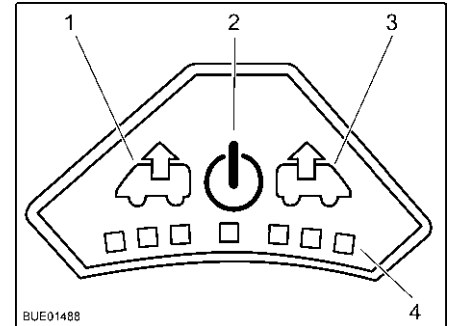

Fig. 93 Quadro comandi del ventilatore
Accensione: ■ Premere il tasto On/Off (Fig. 93,2). Il ventilatore funziona in modalità comfort (sfiato al numero di giri minimi del ventilatore).
Sfiato: ■ Per aumentare il numero di giri del ventilatore: Premere il tasto Sfiato (Fig. 93,1). Il numero di giri del ventilatore aumenta di uno stadio in direzione sfiato. I LED (Fig. 93,4) indicano gli stadi di commutazione.
■ Per ridurre il numero di giri del ventilatore: Premere il tasto Aerazione (Fig. 93,3). Il numero di giri del ventilatore si riduce di uno stadio.
Aerazione: ■ Per aumentare il numero di giri del ventilatore: Premere il tasto Aerazione (Fig. 93,3). Il numero di giri del ventilatore aumenta di uno stadio in direzione aerazione. I LED (Fig. 93,4) indicano gli stadi di commutazione.
■ Per ridurre il numero di giri del ventilatore: Premere il tasto Sfiato (Fig. 93,1). Il numero di giri del ventilatore si riduce di uno stadio.
- Premere il tasto On/Off (Fig. 93,2). Il ventilatore si ferma, i LED si spengono.